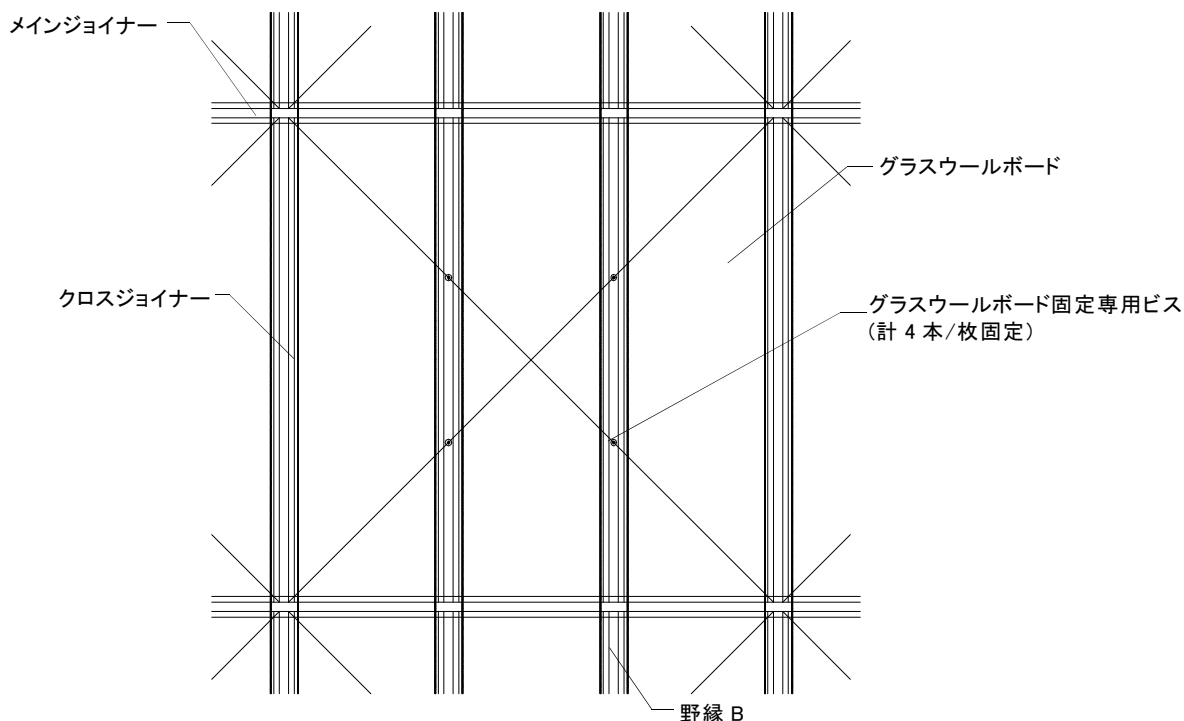

図 2-7-1 グラスウールボードのビス固定
- ①グラスウールボードは野縁 B にグラスウールボード固定専用ビス(2 本/本かつ計 4 本/枚)で固定する。なお、意匠上、固定位置は均等間隔であることが望ましい。(図 2-7-1 参照)